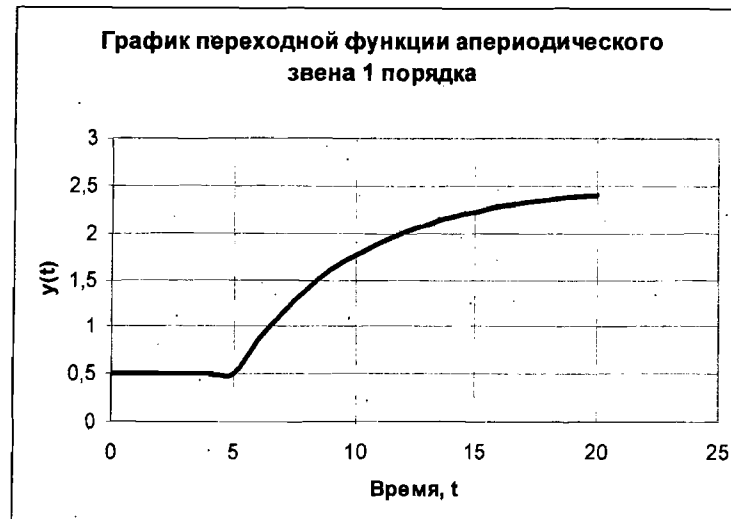

Рис.16. Переходная характеристика для апериодического звена 1-го порядка с запаздыванием
График переходной характеристики, соответствующей уравнению (5), имеет вид, представленный на рис. 16.